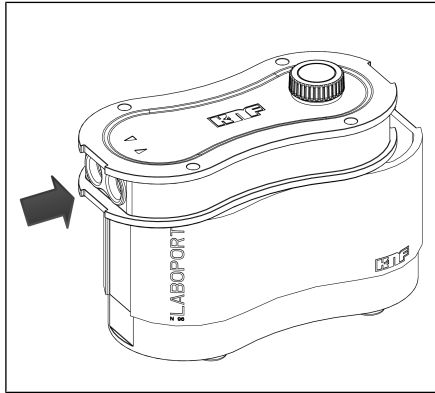

Abb.13: Gehäusedeckel über Gasanschlüsse schieben (Pumpe schließen)
2. Schieben Sie den Gehäusedeckel (2) über die Gasanschlüsse bis die Geometrie des Gehäusedeckels (2) mit der des Pumpengehäuses (3) übereinstimmt (siehe Abb. 13).